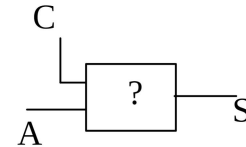

Figure 2
- Montrer que le **XOR** réalise en fait (cf. figure 2), la fonction inverseuse/non inverseuse commandée par C tel que :